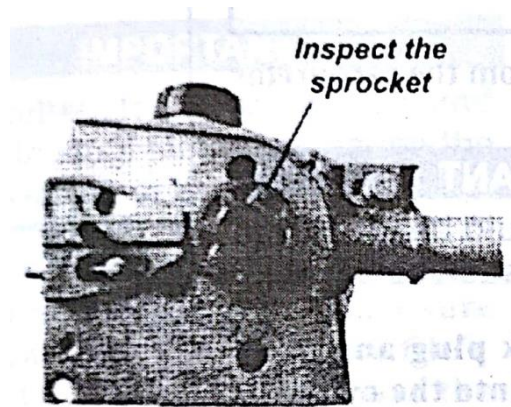

Figura 36
- Quite la cobertura del piñón y revísela por si tiene demasiada suciedad, restos acumulados o está desgastada. Remueva la barra guía y limpie su ranura. Si el piñón está demasiado desgastado, cámbielo por uno nuevo. Vea Figura 36